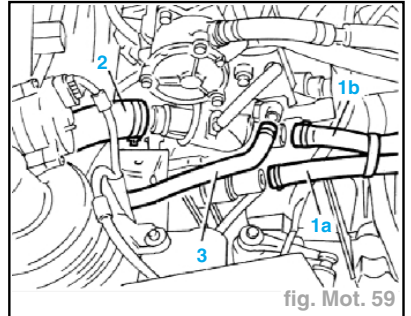

fig. Mot. 59
- Dévisser les vis (3) fixant le tuyau rigide à la culasse.
- Déposer le tuyau rigide d'alimentation de la pompe à eau (5).
- Débrancher du thermostat les deux tuyaux d'amenée (1a) et de retour (1b) de liquide de refroidissement au réchauffeur (fig. Mot. 59).